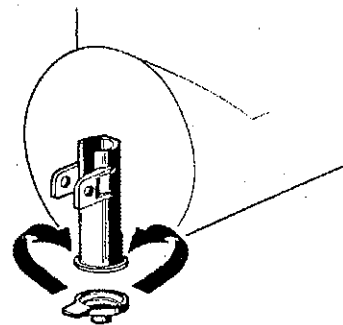

Fig. 5
9. Tud: Når maskinen anvendes til fremstilling af soft drinks, anbefales det at montere en tud på aftapningshanen for at reducere udstømningen af drikkevaren (se fig. 5).